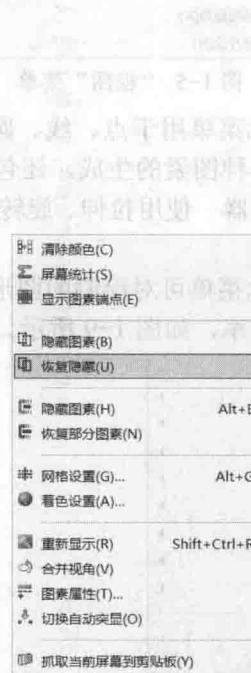

图 1-12 “屏幕”菜单
(10) 屏幕 对屏幕上的图形进行改变，同时还可以对系统的当前配置进行修改。提供了图形的隐藏、着色和线框显示等功能，如图 1-12 所示。